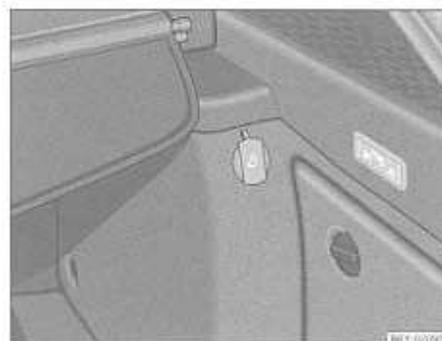

Fig. 68 Maletero; caja de enchufe
- Abra la cubierta de la caja de enchufe → fig. 68.